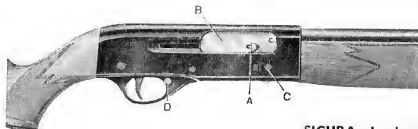

Fig. 1
SICURA: la sicura (D) è a pulsante trasversale allogata anteriormente al grilletto. L'arma è in sicura quando, dopo aver sospinto il pulsante da sinistra a destra, l'anello rosso, indicante la posizione di sparo, non risulta più visibile. Per togliere la sicura, sospingere il pulsante da destra a sinistra (il cerchio rosso risulterà visibile) (vedi Fig. 1).